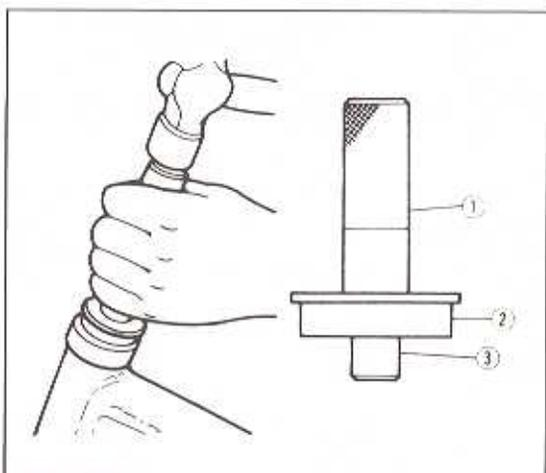

Bild 260
- Die Aussenringe der Steuerkopflager in ihre Sitze einpressen (Bild 260).